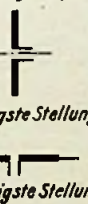

Bild 1
Bild 1. UKW-Empfänger mit Vorstufe. Die Gitter-Anodenkapazität und die parallel liegende Schaltungskapazität müssen genügend klein sein, damit der Oszillator nicht auf die Antenne strahlt
Jeder Dipol hat eine gewisse Richtwirkung. Diese äußert sich für einen Empfangsdipol so: Die Empfangsspannung, die für einen Sender am Empfangsort erzielt werden kann, hängt von der Richtung ab, die der Dipol zu der Verbindungslinie zwischen Sende- und Empfangsantenne einnimmt (Bild 1).
1. zur Schwächung des Empfanges unerwünschter Wellen, die aus anderen Richtungen einstrahlen als die Wellen des gewünschten Senders (Bild 1 unten, wobei der Sendedipol zu dem unerwünschten Sender gehören möge),
2. zur Verstärkung des Empfanges aus einer Richtung, wobei Schwächungen des Empfanges aus anderen Richtungen in Kauf genommen oder sogar gleichzeitig angestrebt werden (Bild 1 oben).